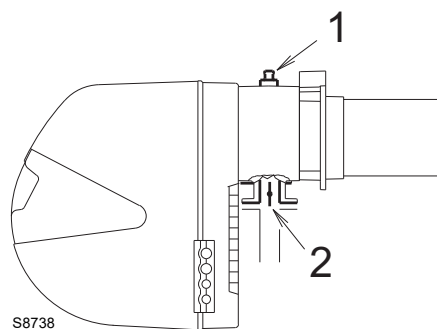

Abb. 26
Gasdruck gemessen an Anschluss 1)(Abb. 26), mit:
Strömungsverlust Gasdrossel 2)(Abb. 26) bei maximaler Öffnung: 90°.
- Ziehen Sie vom Gasdruck am Anschluss 1)(Abb. 26) den Druck in der Brennkammer ab.
Gasdruck an der Entnahmestelle 1)(Abb. 26) = 9,5 mbar
Zur Ermittlung des für den an der Entnahmestelle 1)(Abb. 26), erforderlichen Gasdrucks, nachdem die gewünschte Leistung des Brenners festgelegt wurde:
- Rechts, in Spalte 1, den Druck an der Entnahmestelle 1)(Abb. 26) ablesen
erforderlicher Druck an der Entnahmestelle 1)(Abb. 26).